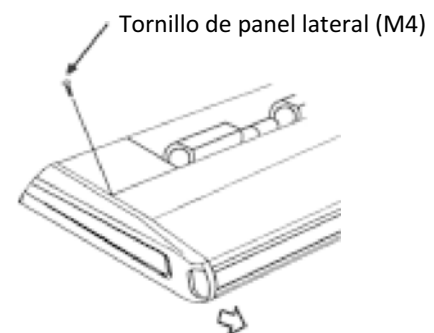

Fig. 24
- Quite el tornillo de sujeción del panel lateral y jálalo hacia el frente (dirección de la flecha) para quitarlo. (Ver Fig. 24)